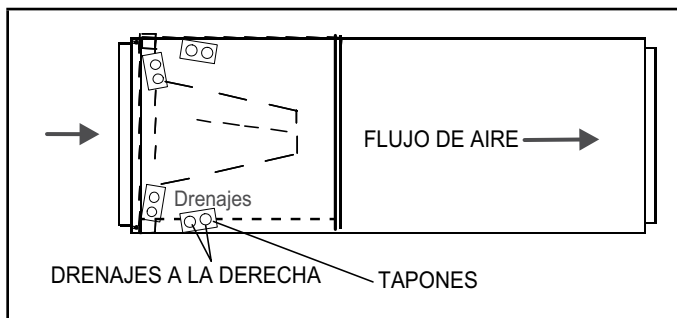

FIGURA 5. Configuración de descarga a la derecha
- 5 - La configuración horizontal se muestra en la FIGURA 5.